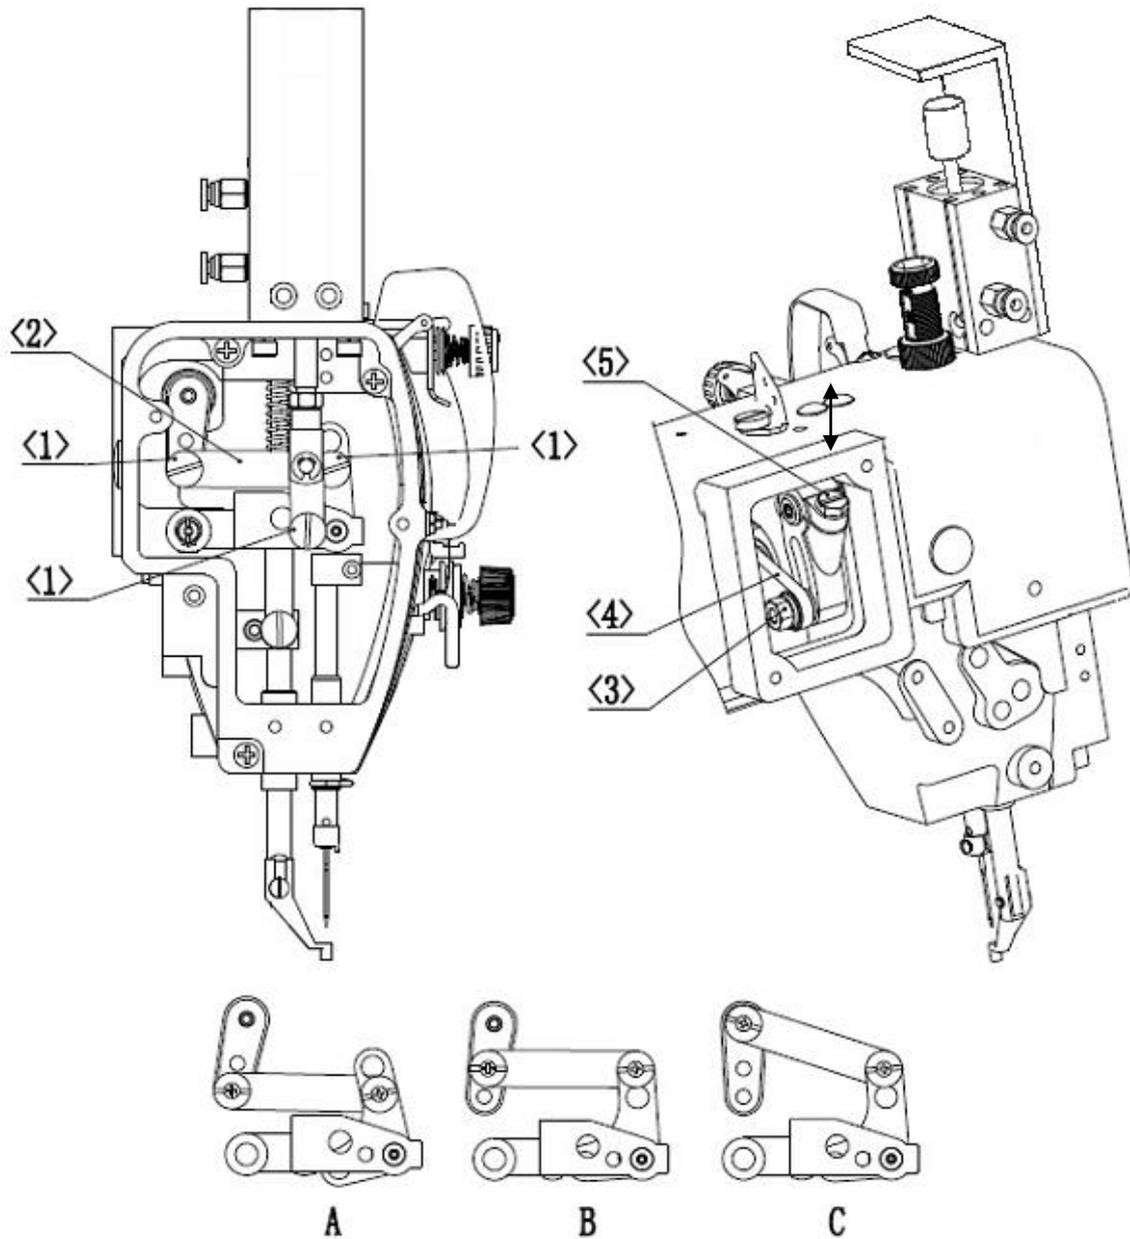
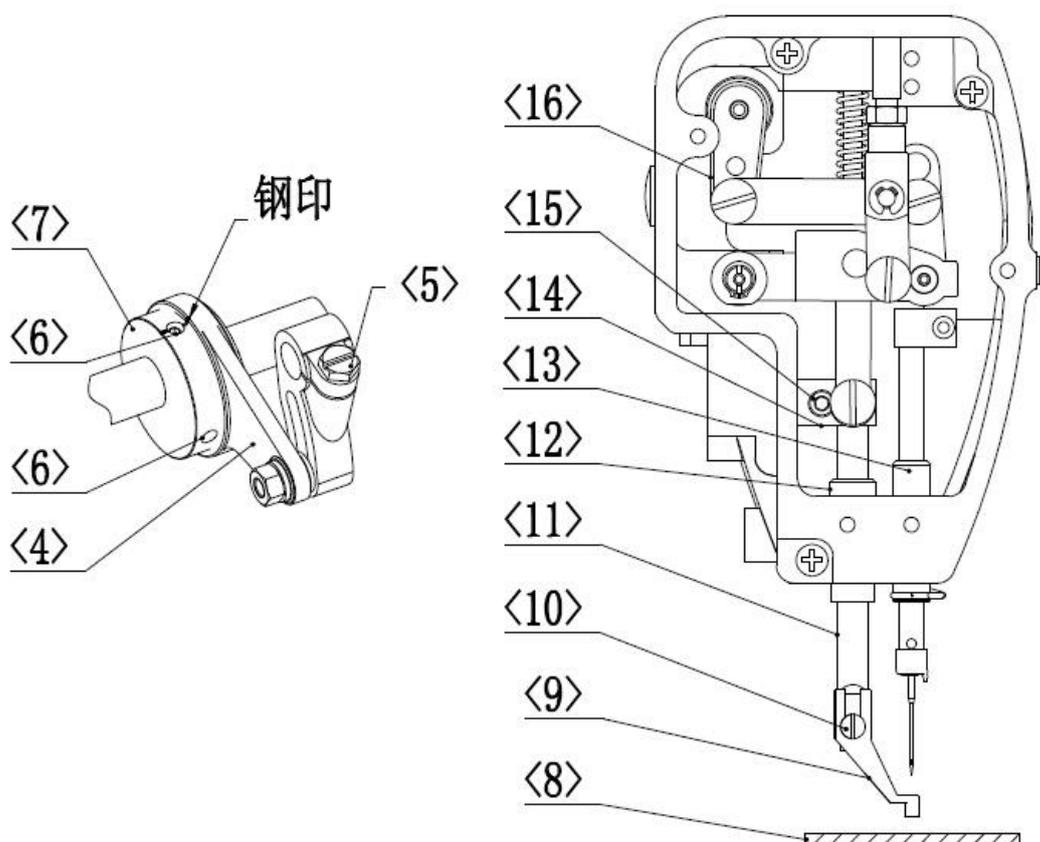

图 4-8 中压脚行程调整
图 4-9 中压脚同步与高低调整
- ①、拆下机前盖；
- ②、取出段螺钉<1>（3 颗），拆下间歇连杆 A <2>；
- ③、间歇连杆 A 的安装位置可更改成图 4-8 所示 A、B、C 中的任意一种；
- ④、拆下前侧盖；
- ⑤、旋松螺母<3>，调整连杆<4>的位置，如图 4-8 所示。
2)、中压脚同步调整，如图 4-9 所示。
3)、中压脚高低调整，如图 4-9 所示。
(3)、建议每星期定时对机头进行维护保养，保证机头的健康稳定运行。机头保养部位可参考上文中的图 1-8、图 3-1、图 4-8、图 4-9。